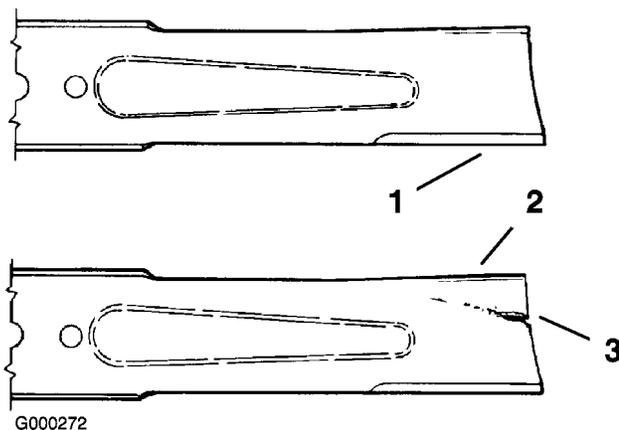

Figure 76
- Examinez le tranchant des lames (Figure 76). Si les lames ne sont pas tranchantes ou si elles présentent des indentations, déposez-les et aiguiser-les (voir Aiguisage des lames).
- Inspectez les lames, surtout la partie incurvée (Figure 76). Remplacez immédiatement toute lame endommagée, usée ou qui présente une entaille (Figure 76).